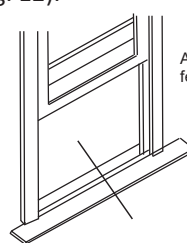

Fig. 11
1. Ouvrez la fenêtre et marquez le centre de l'appui intérieur de la fenêtre, comme indiqué (Fig. 11).